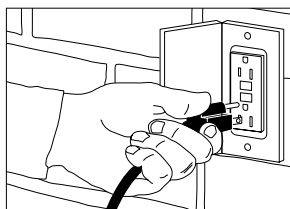

Figure 3 - Insérer le cordon dans la prise du disjoncteur de fuite à la terre
- teurs et d'une prise à la masse à 3 broches. Insérer le cordon directement dans la prise du disjoncteur de fuite à la terre (voir la figure 3).